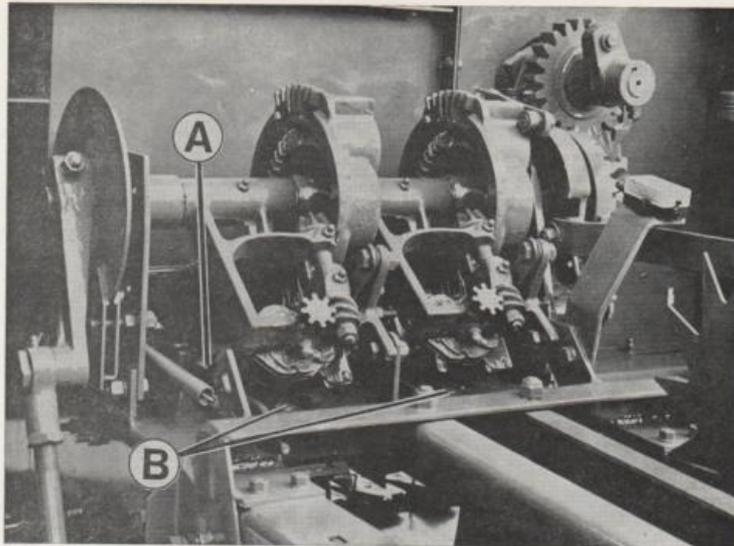

Fig. 3
- La came guide ficelle et poussoir (voir fig. 3).